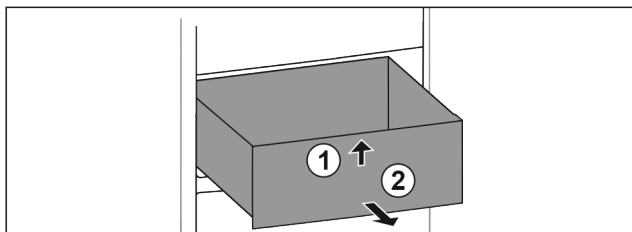

Fig. 90
- Schubfach vorne anheben. Fig. 90 (1)
- Schubfach nach vorne entnehmen. Fig. 90 (2)